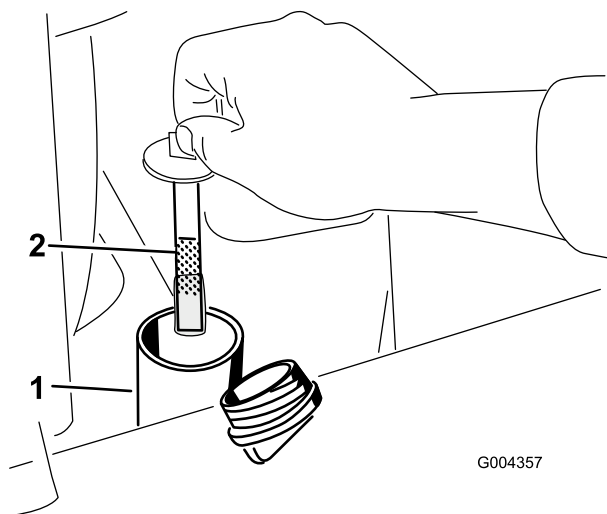

Figura 57
5. Togliere il tappo del serbatoio idraulico e l'asta di livello (Figura 57).